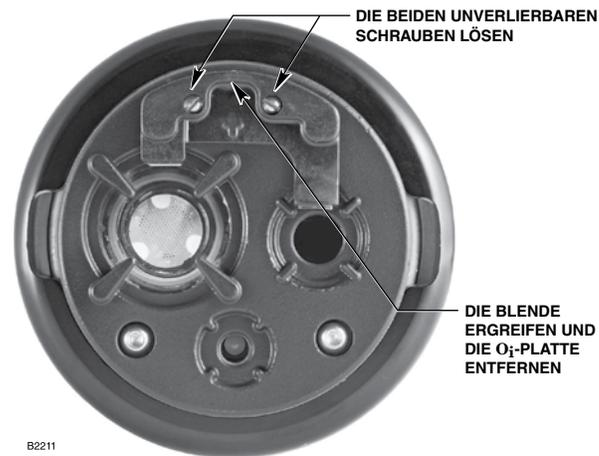

Abbildung 18—**oi** Plattenausbau
2. Lösen Sie die beiden unverlierbaren Schrauben, ergreifen Sie die **oi**-Platte anschließend an der Blende, und nehmen Sie sie vom Melder ab. Siehe Abbildung 18.
Der Melder hat einen Sichtkegel von 90° (horizontal), wobei die höchste Empfindlichkeit entlang der Mittelachse liegt. Siehe Abbildung 18.